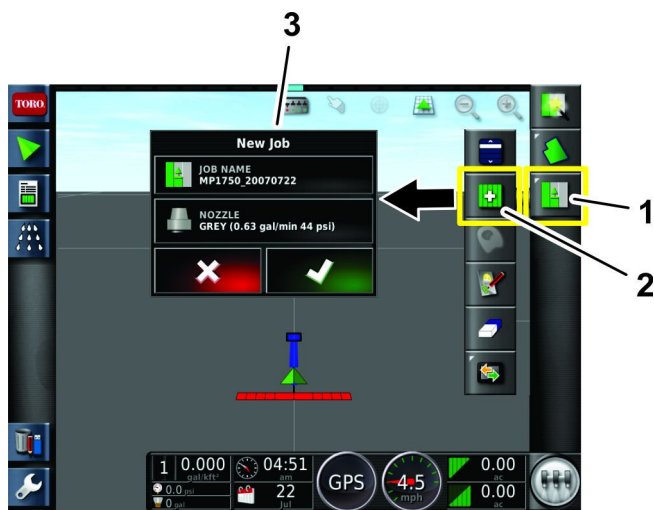

Bild 44
5. Tippen Sie oben rechts auf dem Bildschirm auf das Jobmenü-Symbol (Bild 44).
6. Geben Sie einen neuen Namen für den Job ein oder behalten Sie den Standardzeitstempel bei (Bild 44).